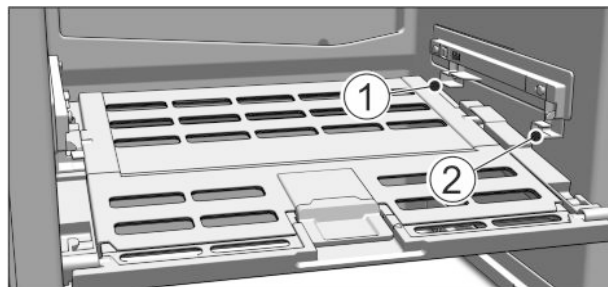

Fig. 48
► Nasazení víka přihrádky na ovoce a zeleninu: Výstupky víka zaveďte zdola do zadních držáků Fig. 48 (1) a vpředu zaklesněte do držáku Fig. 48 (2).